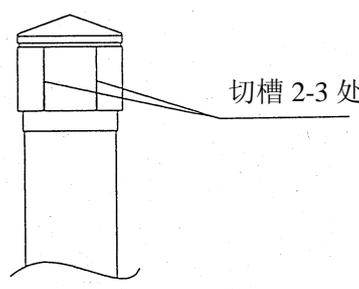

图 6.3 旧的柱塞头的拆卸
- 1) 用锋利的刀，如图 6.3，在柱塞头的下端刻 2~3 处切槽。